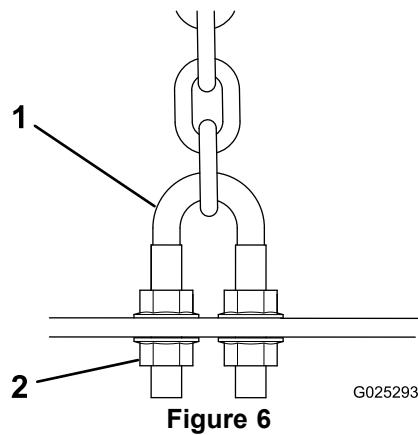
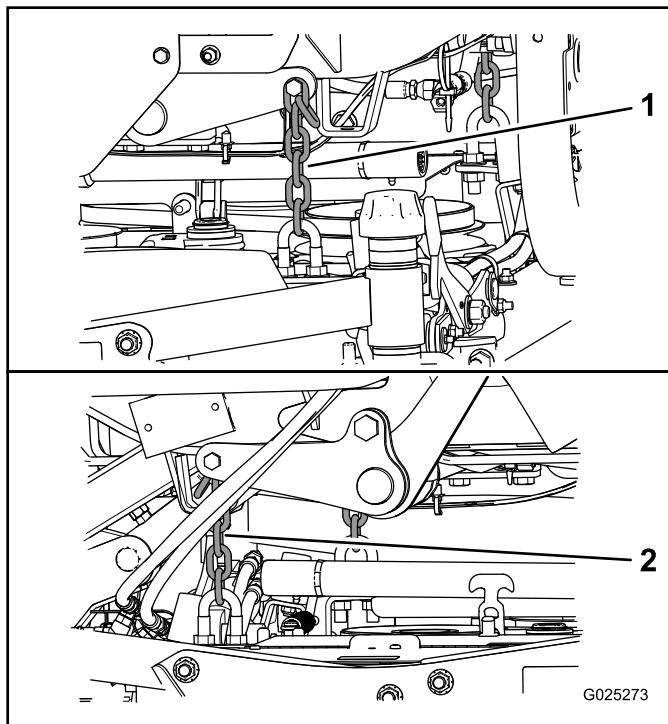

Figure 6
Figure 7
7. Ajustez les écrous de blocage des étriers (Figure 6) qui fixent les chaînes de plateau arrière (Figure 7) pour éléver l'arrière du plateau de coupe de sorte à obtenir une inclinaison de la lame de 8 à 11 mm.
- Ajustez les écrous de blocage qui fixent les chaînes au plateau de coupe jusqu'à ce que le plateau de coupe soit de niveau (Figure 7).